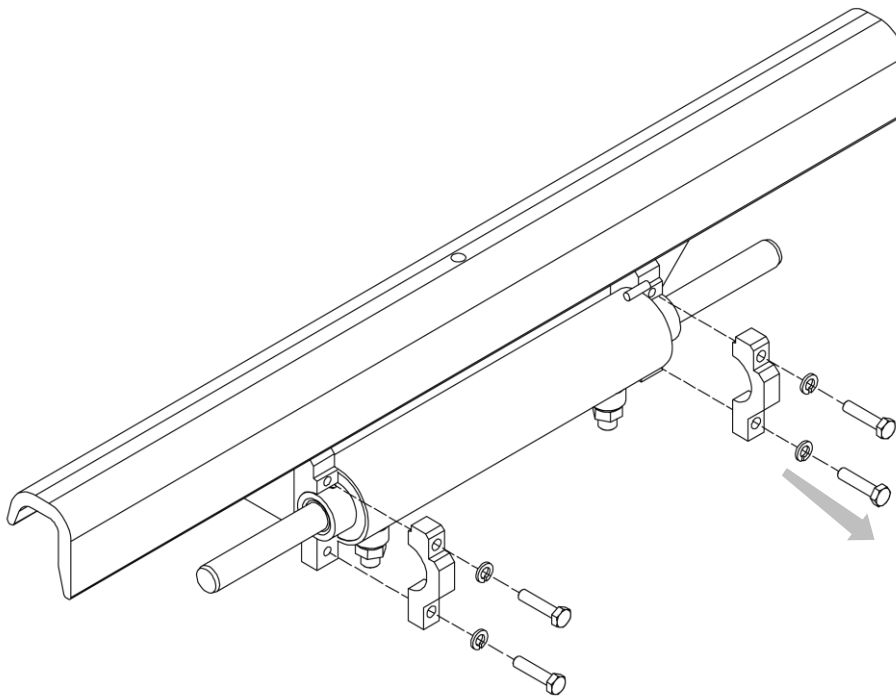

Figure 31
4. Se référer à la *Figure 31*.